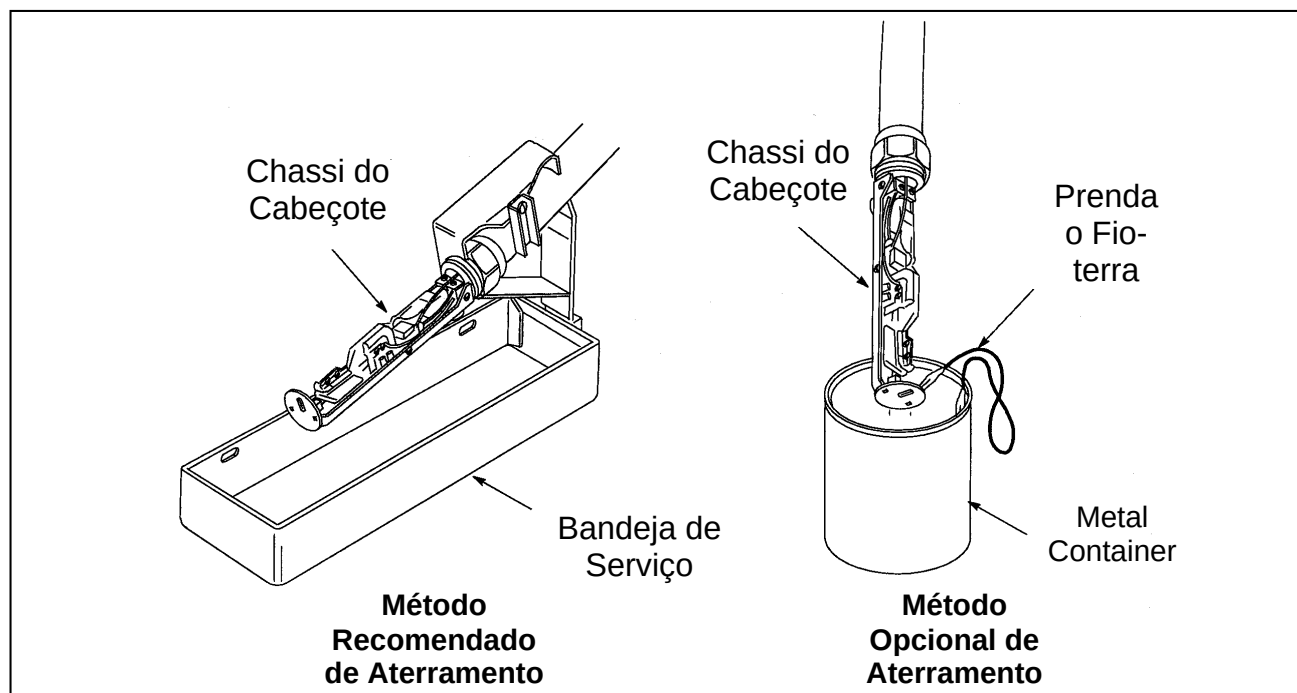

Figura 6-7. Métodos de Aterramento
6. Aterre o cabeçote. Refira à Figura 6-7, para os dois métodos de aterramento.